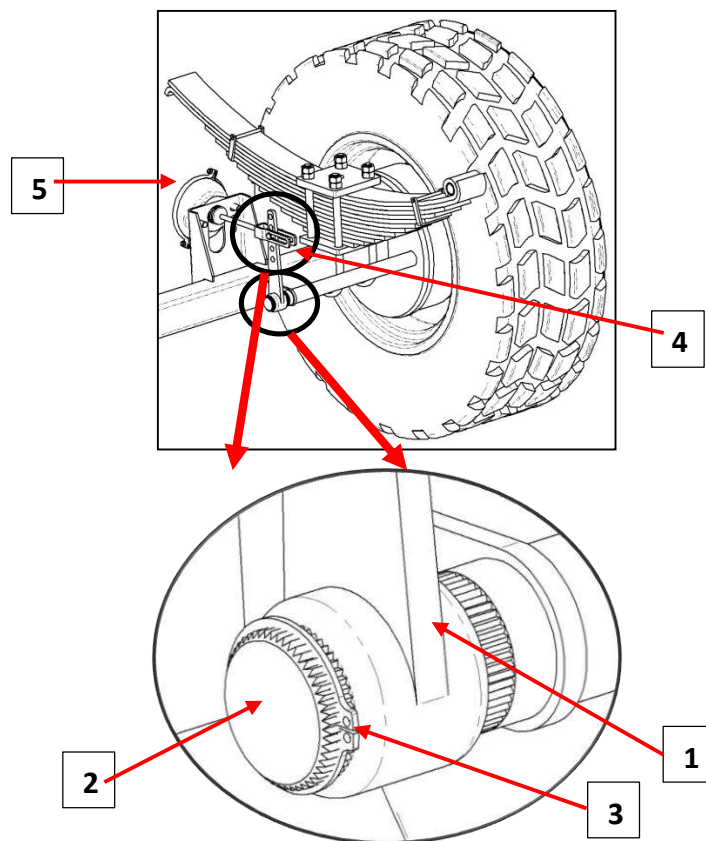

Abb. 11 Einstellung der Bremsen
Die Einstellung der Bremsen besteht in der Änderung des Bodens des Spreiznockenarms (1) (Abb. 11) relativ zur Spreiznockenwelle (2). Dazu den Sicherungsring 3 von der Welle 2 entfernen und dann den Hebel 1 von Welle